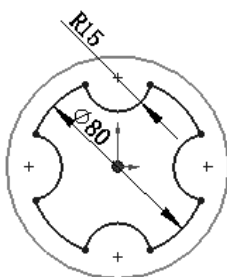

图 2.11.10 删除块实体
下面以图 2.11.10 所示的删除块实体具体讲解块实体的添加/删除的操作过程。
Step 5 在“添加/移除实体”对话框的 块实体(B) 区域中右击“圆弧 1”，从弹出的快捷菜单中选择 删除 (D) 命令，即从当前块实体中移除圆弧 1（此时，圆弧 1 并没有被删除，只是从块层移动到草图层）。
Step 6 单击对话框中的 按钮，完成块实体的删除，结果如图 2.11.10 所示。